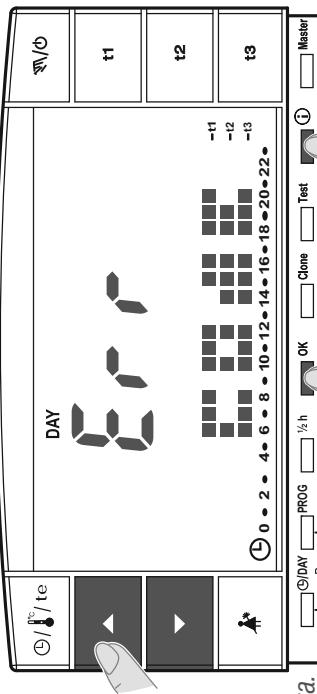

fig. 76
*(i) - Se si inserisce la password errata sul display comparirà la scritta **Err** (fig. 76).*